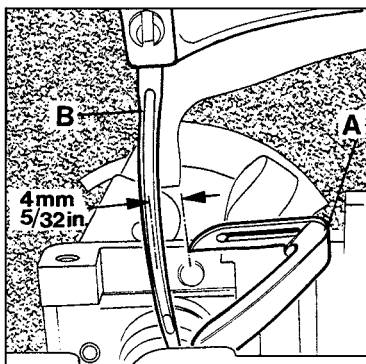

Fig.6
Set the looper (A, Fig. 6) so that the distance from the center of the needle (B) to the point of the looper is not less than 4 mm (5/32") when the looper is at its farthest end position from the needle. Looper gauge No. 21225-4/4.4 can be used advantageously in making this setting.
Stellen Sie den Greifer (A, Fig. 6) so, daß der Abstand von Nadelmitte (B) bis zur Greiferspitze nicht weniger als 4 mm beträgt, wenn der Greifer in der von der Nadel entferntesten Endstellung ist. Die Greifereinstellehre Nr. 21225-4/4.4 erleichtert diese Einstellung.